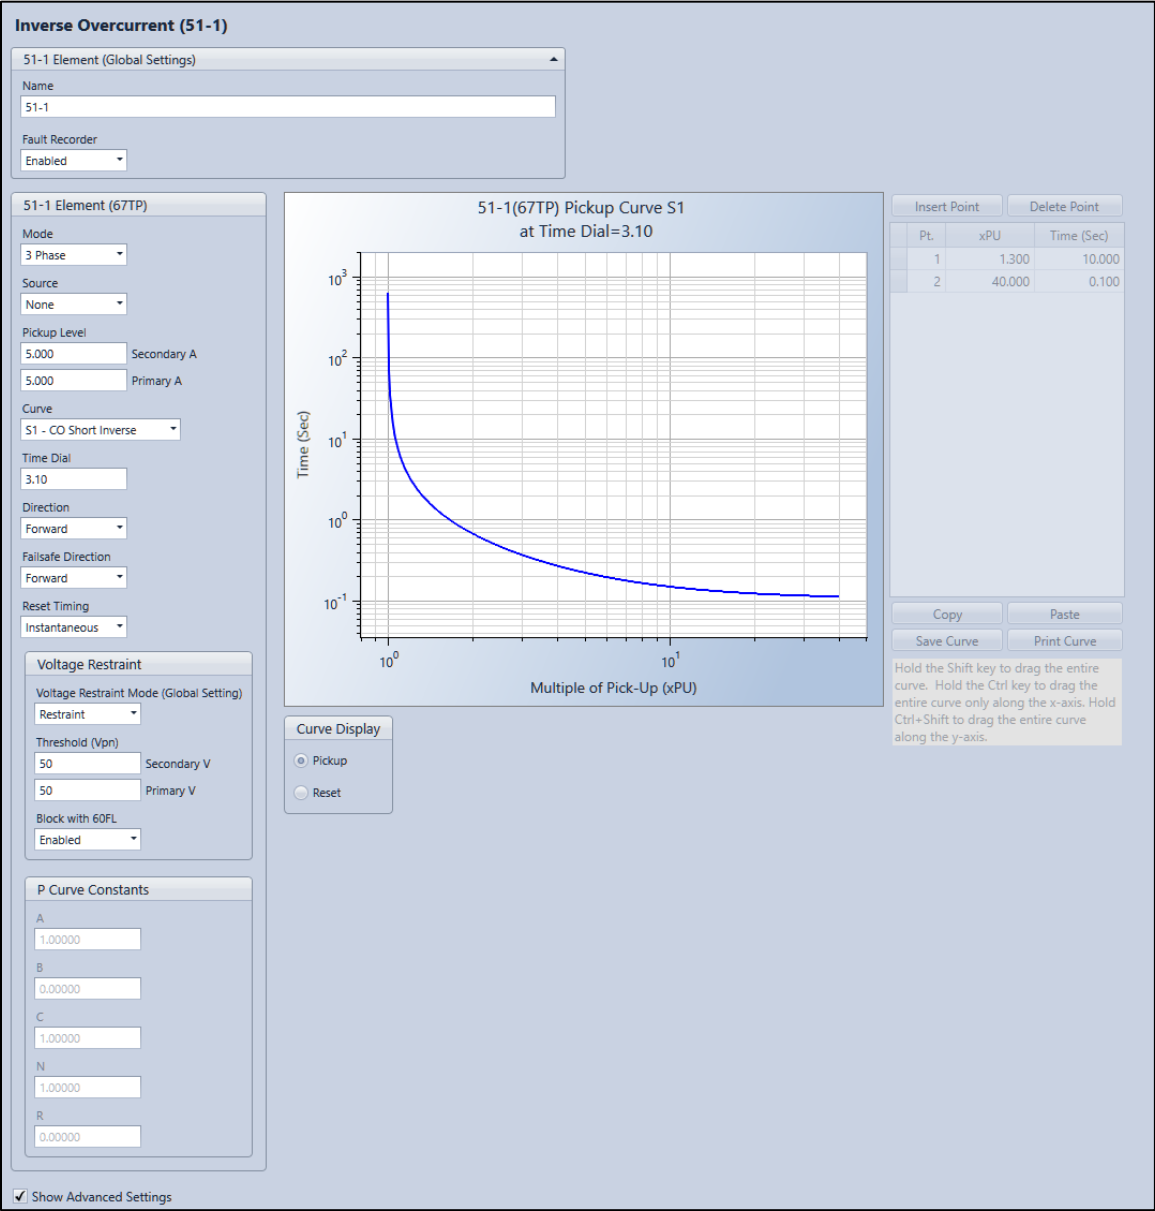

图 29-3. 反时限过电流设置界面
反时限过流元件操作设置在BESTCOMS*Plus*的“反时限过电流 (51)” 设置界面 (图29-3) 上进行配置。